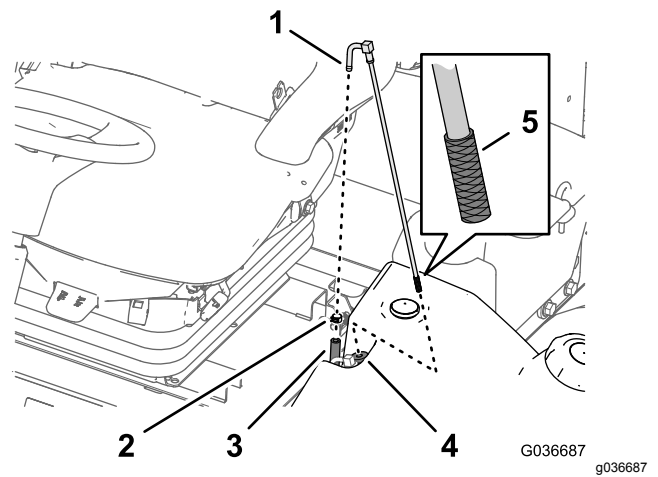

Figura 91
2. Separate il flessibile dal raccordo (Figura 91).
3. Sollevate il tubo di adduzione del carburante dal serbatoio del carburante (Figura 91).
4. Pulite eventuali detriti dalla griglia all'estremità del tubo di adduzione del carburante (Figura 91).
5. Inserite il tubo di adduzione del carburante attraverso la boccia in gomma e nel serbatoio (Figura 91).
1. Rimuovete la fascetta stringitubo che fissa il flessibile di alimentazione del carburante al raccordo del tubo di adduzione del carburante (Figura 91).